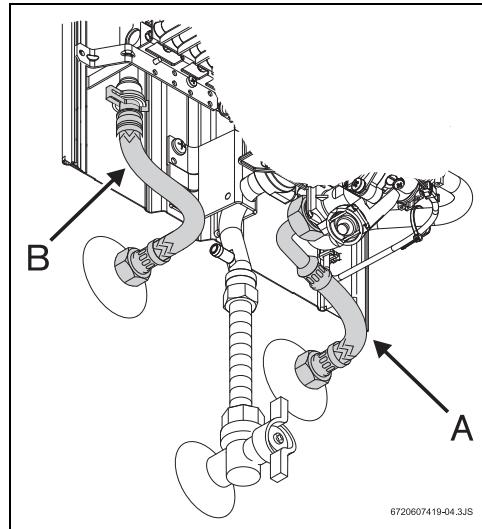

Рис. 11 Подключение водопровода
- Следить за тем, чтобы при подключении не перепутать место подсоединения водопровода холодной воды (рис. 11, [поз. А] - не поставляется с оборудованием) с местом подсоединения водопровода горячей воды (рис. 11, [поз. В]).